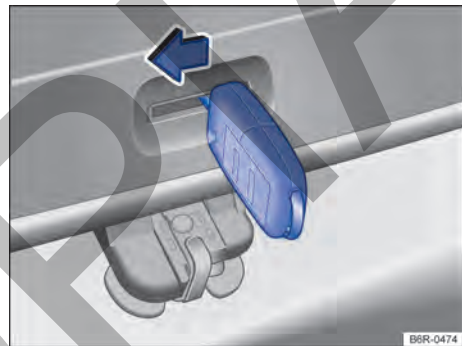

Fig. 54 Del lado de adentro del maletero: apertura de emergencia del portón trasero.
- Inserte la llave del vehículo en la apertura del portón trasero → fig. 54 y presione la palanca de desbloqueo en el sentido de la flecha para destrabar el portón trasero. ◀